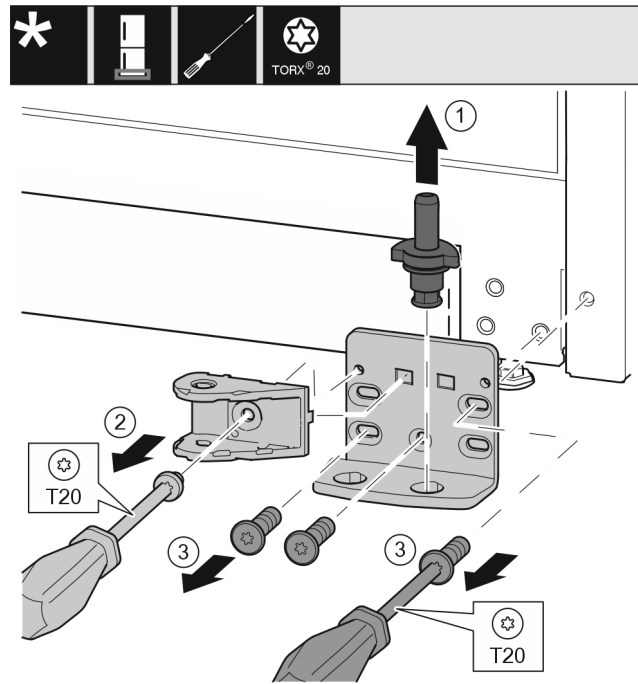

Fig. 34 \*
- ▶ Lagerbolzen komplett nach oben herausziehen. Fig. 34 (1)\*
- ▶ Schraube mit Schraubendreher T20 herausdrehen und Schließdämpferverbindung abnehmen. Fig. 34 (2)
- Schrauben mit Schraubendreher T20 herausdrehen und Lagerbock abnehmen. *Fig. 34 (3)\**